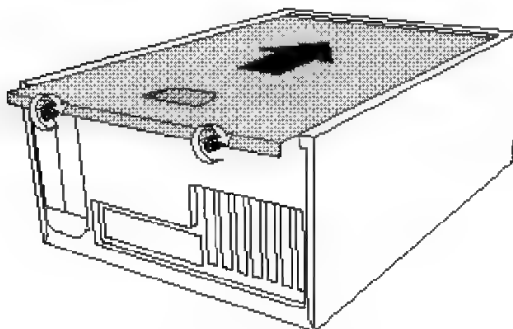

图 2-5 机箱侧盖的安装
6. 反之,安装时将侧盖边沿的固定卡片对准机箱上的定位孔槽压上,到位后再朝机箱正面方向推动,直到侧盖盖严,侧盖后端与机箱后端贴紧,如图2-5。